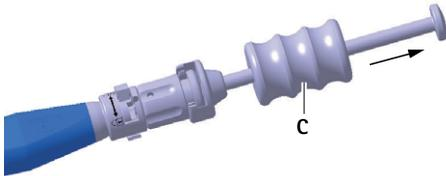

Abb. 6 Probeimplantat/Implantat mit Schlaghammer ausschlagen
- ▶ Probeimplantat D mit Schlaghammer C vorsichtig aus Bandscheibenfach heraus schlagen, siehe Abb. 6.
- ▶ Implantat **a** mit Schlaghammer **C** vorsichtig aus Bandscheibenfach heraus schlagen, siehe Abb. 6.